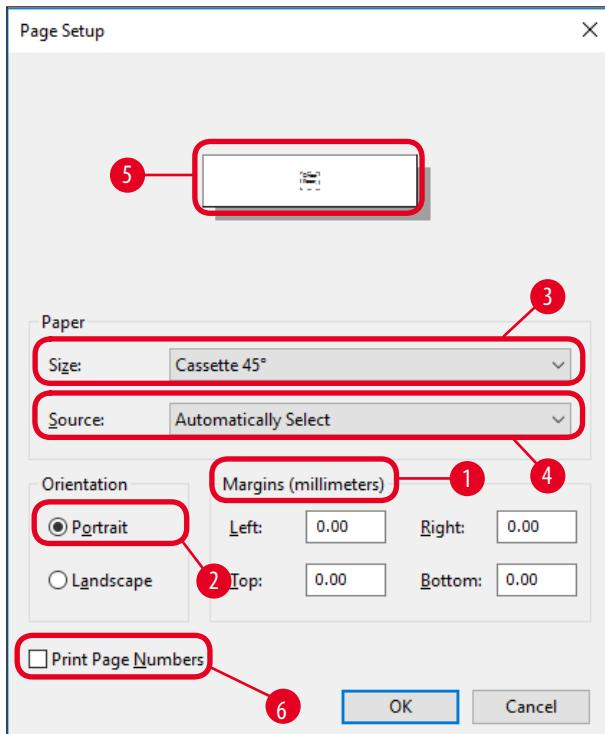

图 45
3. 首先必须选择页面设置：单击 File (文件) > Page Setup (页面设置) 打开 Page Setup (页面设置) 对话框 (→ "图 45")。